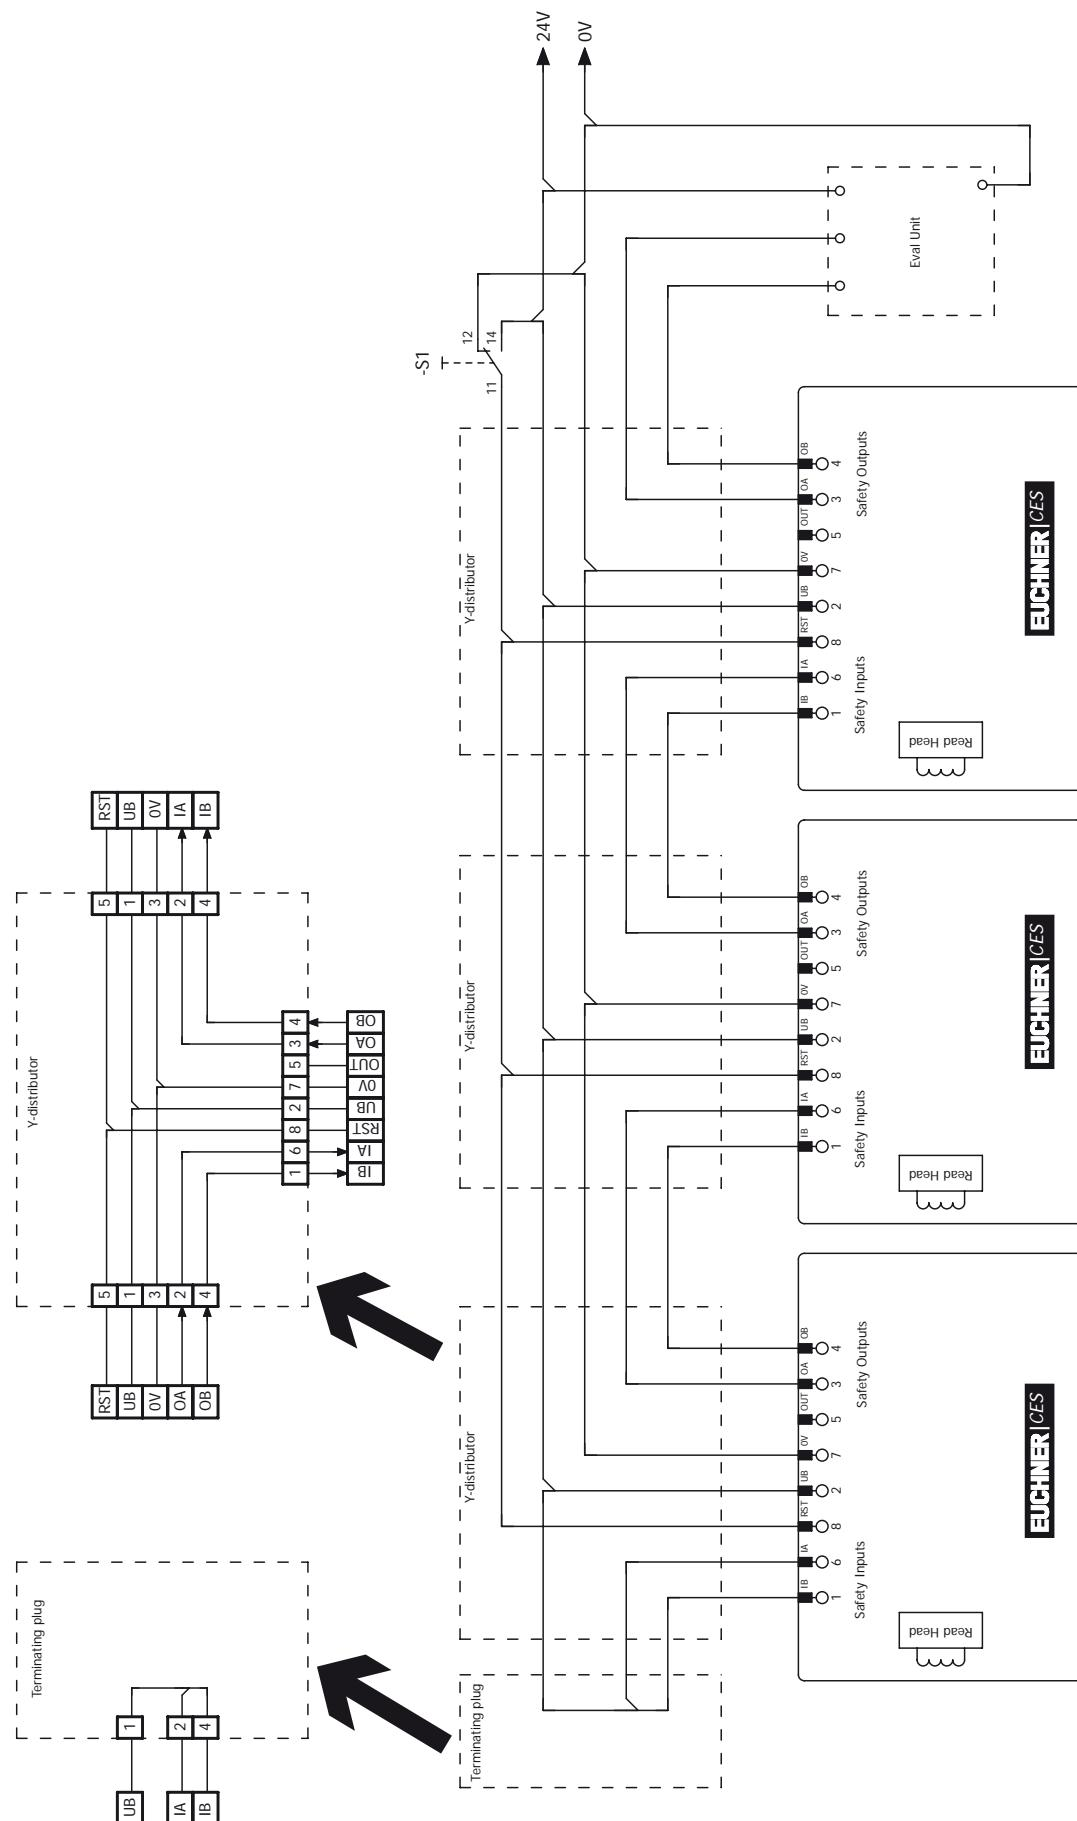

Рис. 4.
- Следует использовать общий сигнал для всех выключателей в одной цепи. Для этого может использоваться переключатель, однако также возможно использование выхода ПЛК. Кнопочный выключатель не подходит, так как во время работы выход RST должен быть всегда соединен с землей (см. выключатель S1 на Рис. 4 на странице 18).
Чтобы обеспечить такую возможность, вход RST должен быть подключен так, как показано на Рис. 4 на странице 18.